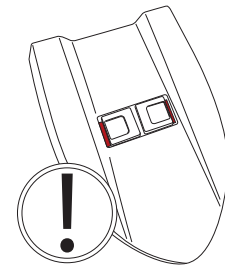

Fig.20
- 2つのスライディングリリースキャッチが外側に飛び出て汚水タンクの上部とかみ合う(係合する)のにちょうどいいくらいの力で、蓋に下向きの圧力をかけます(図20)。
ふたは正しく取り付けられているとき、2つのキャッチのくぼみにある赤い背景は見えません(図20)。